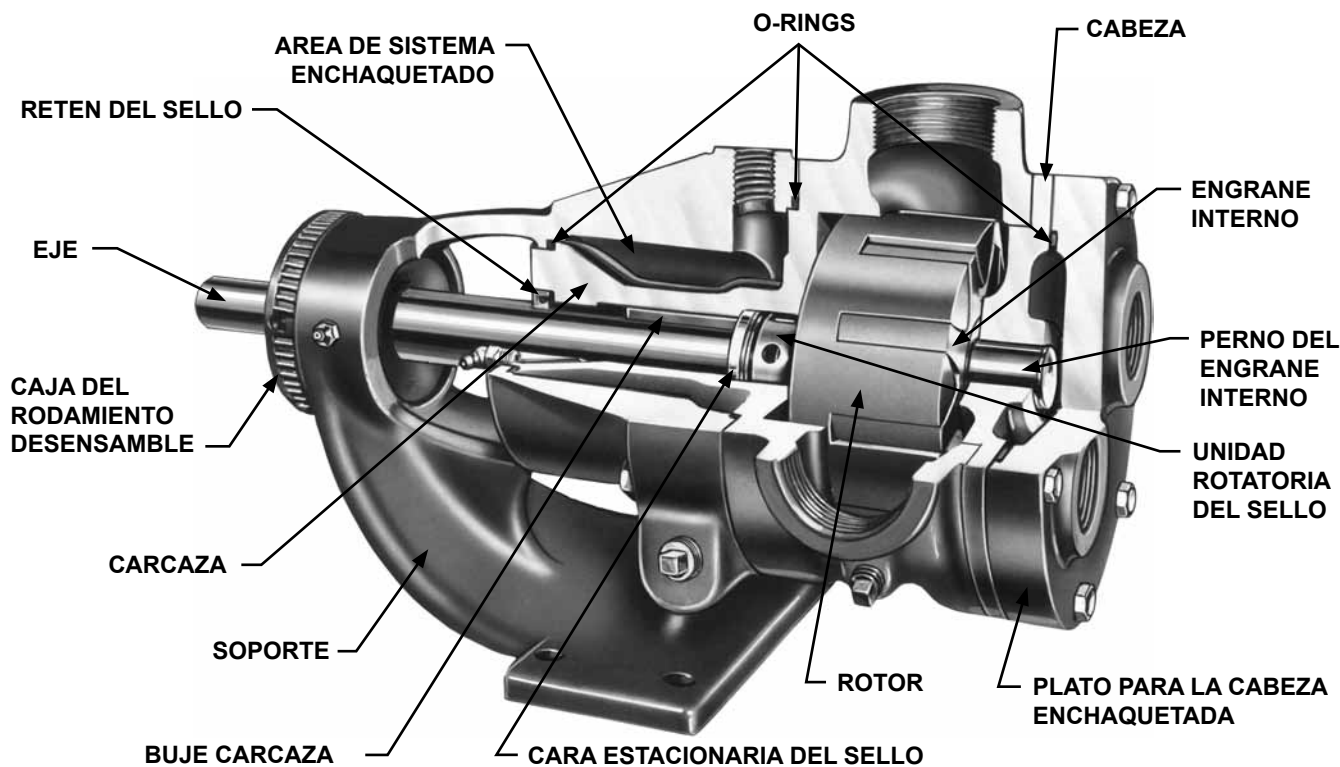

FIGURA 4
13. Sello Mecánico (Series 4724). Si el sello mecánico de su bomba falla, puede sustituirlo fácilmente por uno nuevo. Este sello tiene dos partes básicas. Son la pieza rotatoria y el asiento estacionario (**Ver Figura 4**). Afloje los tornillos que sujetan la pieza rotatoria en el eje. Retire la pieza rotatoria de eje y el asiento estacionario de soporte. El aspecto esencial del sello mecánico es el contacto entre la unidad rotatoria y la cara Estacionaria. La cara rotatoria y la cara Estacionaria tiene un nivel de acabado muy bueno y la efectividad del sellado depende de que estén completamente en contacto. Ha habido determinadas bombas de alto rendimiento suministradas con un sello mecánico especial que normalmente era instalado en el extremo del estopero de la bomba.
1. Instalación de sello nuevo (Series 4724): El sello es fácil de instalar y funcionará bien si se toman las precauciones necesarias durante la instalación. (**Ver Figura 4**) para identificar las piezas.